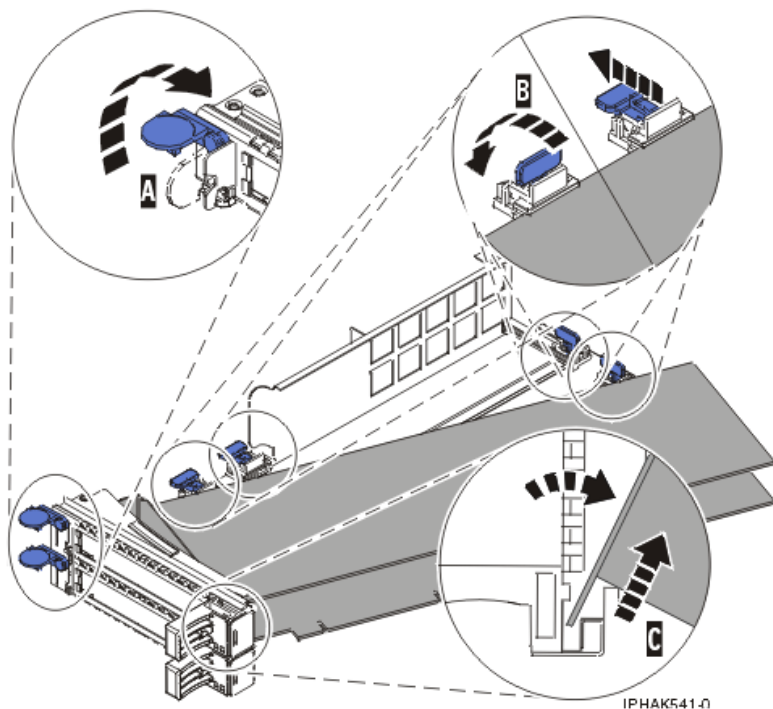

Figure 42. Retrait de l'adaptateur de la cassette de cartes PCI
- a. Déverrouillez les crochets de retenue de l'adaptateur en faisant tourner l'étrier de retenue (A) pour le mettre en position horizontale. Pour plus d'informations, voir figure 42, à la page 59.
- b. Poussez les crochets de retenue (B) hors de l'adaptateur.
- c. Déverrouillez le levier de blocage de la poupée (C).